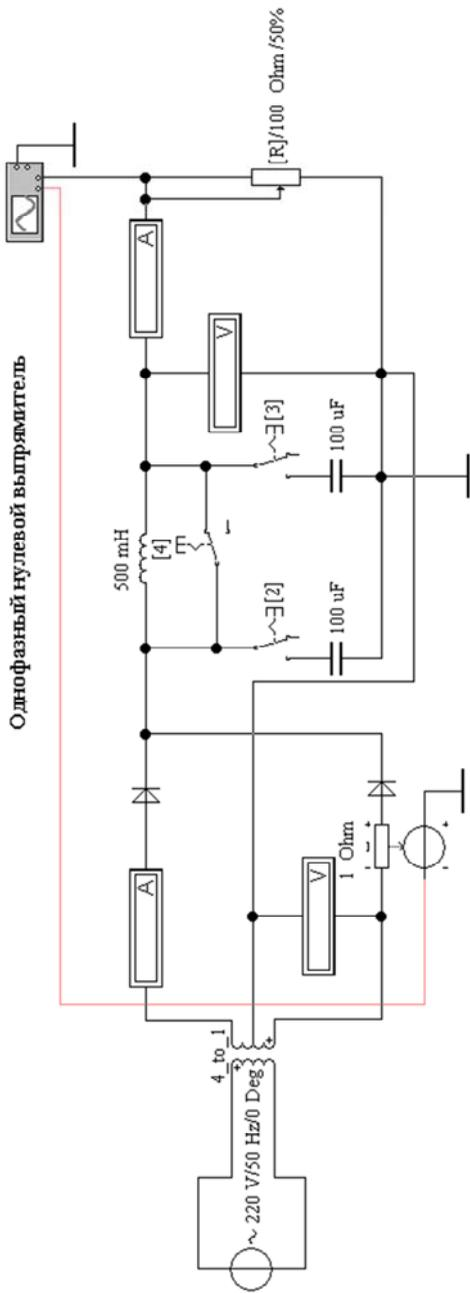

Рис. 16.8. Однофазный нулевой выпрямитель (файл rect_3.cwb)
8. Исследовать нулевой выпрямитель с разными сглаживающими фильтрами (файл **rect_3.ewb**, рис. 16.8). Проверить основные соотношения для данной схемы выпрямления по Приложению 5 [3].